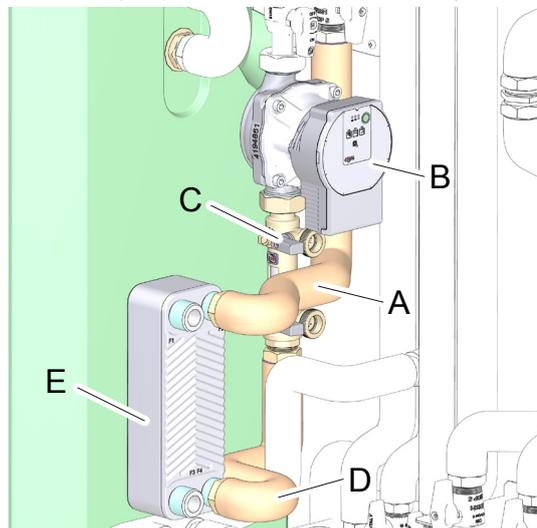
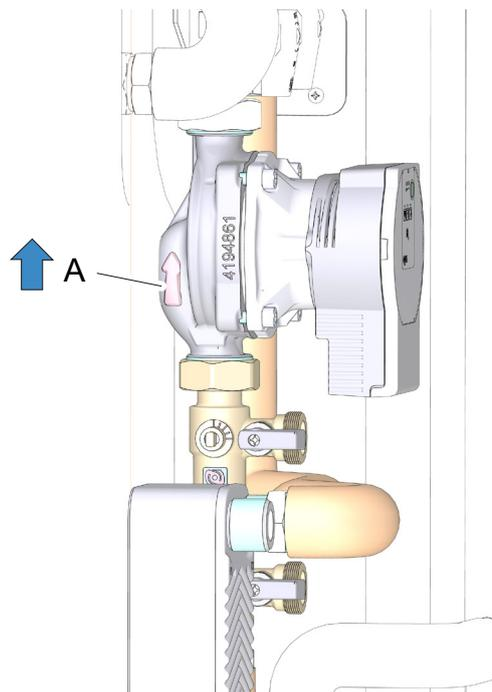
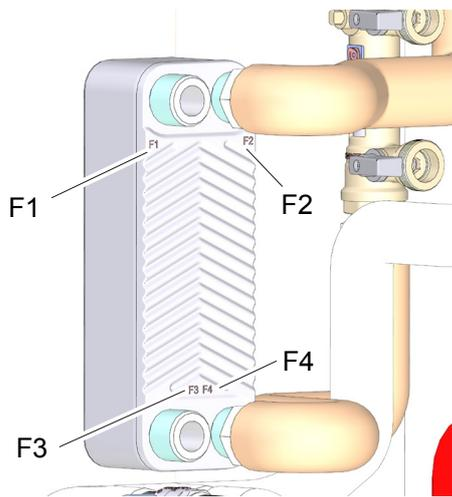

Abb. 48 -
Abb. 49 - Detail Montage Umwälzpumpe Sonnenkollektor
Abb. 50 - Detail Montage Plattenwärmetauscher
- Rohrleitung Code 3841T300 (Det. A "Abb. 48 -")
- Umwälzpumpe Sonnenkollektor PARA ST 15/6-72 (Det. B "Abb. 48 -"). Siehe auch "Abb. 49 - Detail Montage Umwälzpumpe Sonnenkollektor".
- Durchflussmengenbegrenzer Sonnenkollektor (Det. C "Abb. 48 -")
- Rohrleitung Code 3841T320 (Det. D "Abb. 48 -")
- Plattenwärmetauscher (Det. E "Abb. 48 -"). Siehe auch "Abb. 50 - Detail Montage Plattenwärmetauscher".